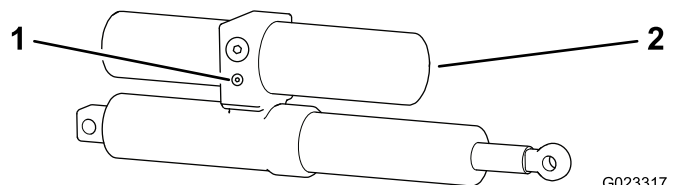

Figure 20
1. Localisez le clapet de décharge manuel sur l'actionneur de chaque rampe (Figure 20).